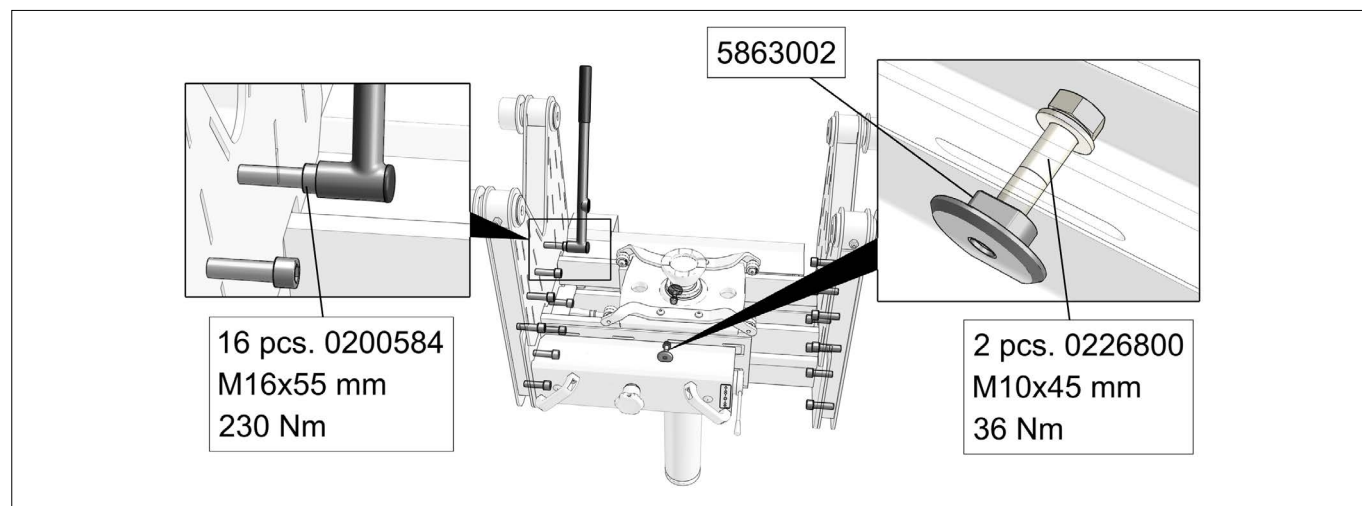

Fig.47
- Réglage du cadre, serrage des attaches et des boulons de suspension (Fig.47).
- Ramens justering och spänning av lås och upphängningsbulta (Fig.47).
- Asiantuntijan on tarkastettava rungon säädöt ja lukkojen sekä kiinnityspulttien kireys (Fig.47).
- De afstelling van het frame en het aanhalen van de vergrendelingen en de ophangingsbouten (Fig.47).
- Estado del bastidor y ajuste de los seguros y tornillos de los brazos de apoyo (Fig.47).
- Justering og bespænding af låse og ophængsbolte (Fig.47)
- Adjustment of frame and torque setting of locks and support screws (Fig.47).
- Ausrichtung des Rahmens, fester Sitz der Sicherungsschrauben und Schrauben für die Aufhängung (Fig.47).
- Проверка юстировки рамы и затяжки стопоров и крепежных болтов (Fig.47).
- Regolazione del telaio e regolazione della coppia di serrature e viti di supporto (Fig.47).